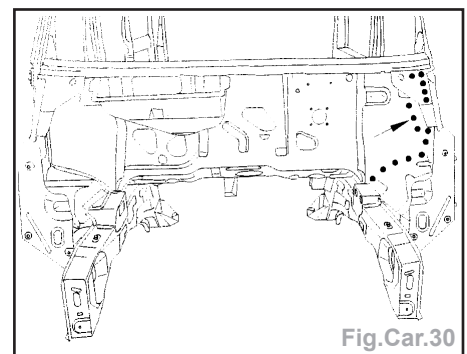

Fig.Car.30
- Souder par points électriques, par points bouchon MAG et meuler les points de soudure (Fig.Car.30).